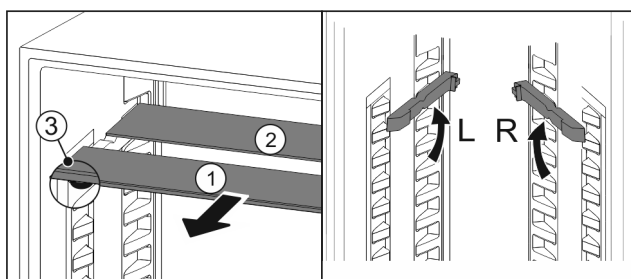

Fig. 88
- ▶ Skleněné desky jednotlivě vytáhněte dopředu Fig. 88 (1).
- ▶ Skleněná deska Fig. 88 (1) s ozdobnou lištou leží vpředu.
- ▶ Zárážky Fig. 88 (3) směřují dolů.